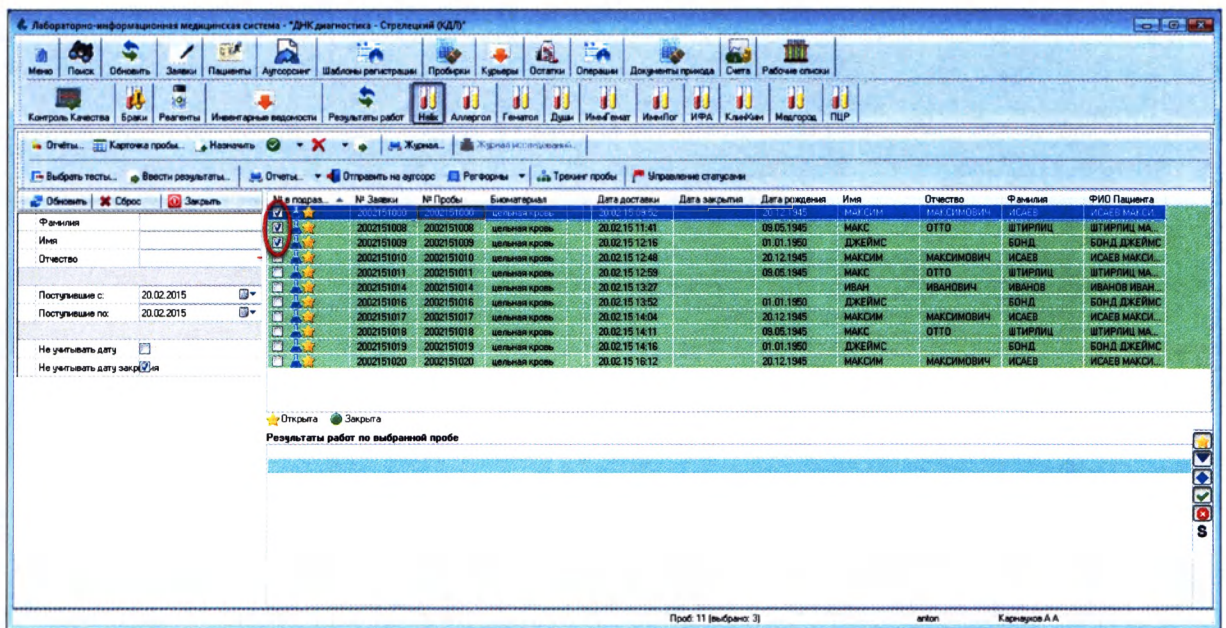

Рисунок 9.4
4. Выделите необходимые заявки, поставив галочку напротив нужной заявки (Рисунок 9.4):